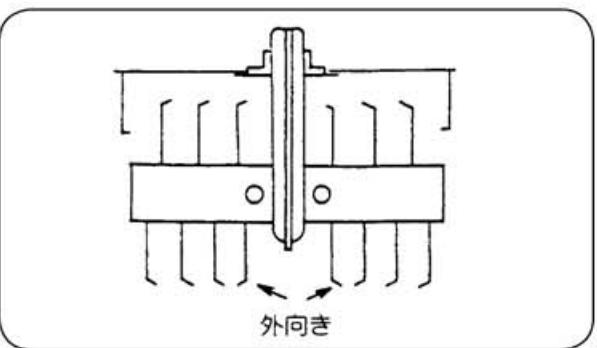

図 54
### (9) ドラムローターの取付(図54)
①ドラムローターの刃の配列はミッションケース左右の1本は外向きに、その他は全部内向きに取付けてください。